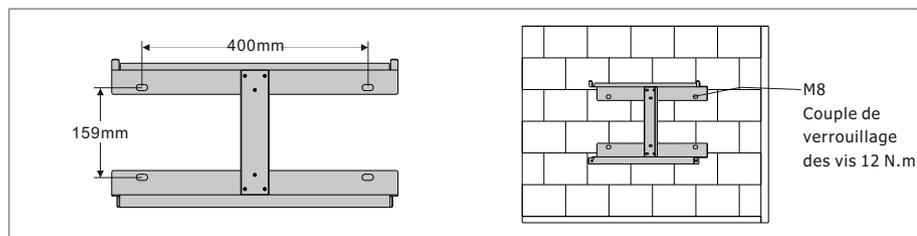

Figure 3.4-1 Installer la plaque de suspension de l'onduleur
**Étape 1.** Veuillez utiliser le support de montage comme modèle pour percer 4 trous dans les bonnes positions (10 mm de diamètre et 80 mm de profondeur). Utilisez les boulons à expansion M8 dans la boîte d'accessoires et fixez fermement le montage avec un support de perçage de 12 mm sur le mur. L'installation du support de l'onduleur est illustrée à la Figure 3.4-1.